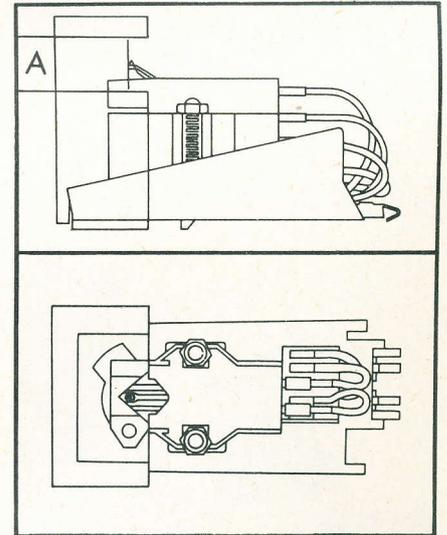

Fig. 15
3. El montaje de la cápsula será correcto, cuando la aguja se encuentre dentro de la escotadura del calibre y cuando, verticalmente, la aguja se encuentre dentro del espacio A (fig. 15).